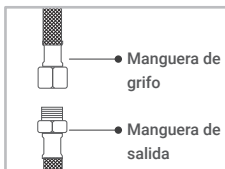

Figura 5
- Si la manguera del grifo es de 3/8", se puede conectar directamente a la manguera de salida. (Figura 5)